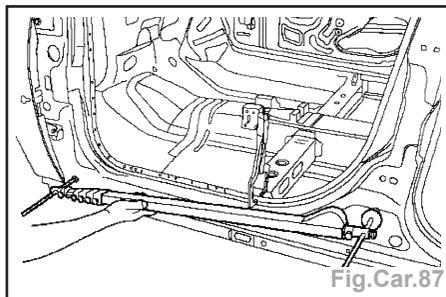

Fig.Car.87
- Ajuster et mesurer le montant B extérieur (Fig.Car.87) :
- Ajuster et effectuer les mesures du montant B intérieur (Fig.Car.87 à 92).